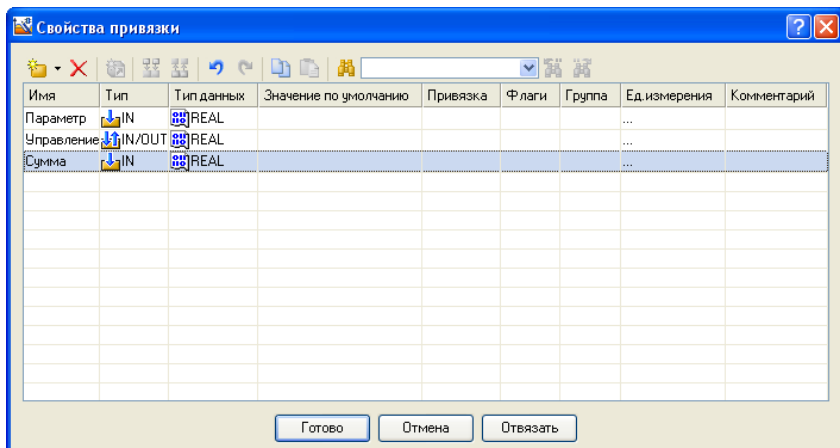

Рис. 3
4.2.3. Динаміку другого ГЕ прив'язати до нового - третьому аргументу шаблону екрану типа **IN** з ім'ям **Сума**, який потрібно створити в процесі прив'язки (рис. 3).